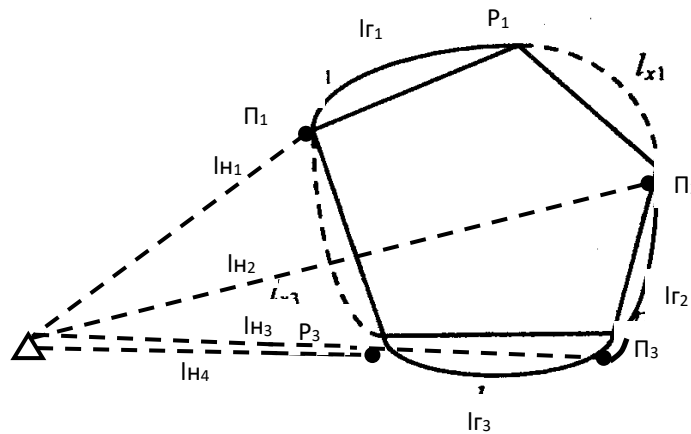

Рис. 6. Схема кольцевого маршрута
1. $S_{ом} = \{П_1; П_2; Р_1; Р_2; M; A_3; T_c\}$. (17)
2. $A_3 = 1$, т.к. $Q_{план}/Q_{день} \leq 1$. (18)
3. $T_c \geq T_{н.ф.}$. (19)
4. $M = 4$ (маятниковые маршруты (рис. 3-5), кроме маршрута с обратным не груженым пробегом, и кольцевые (рис. 6)). (20)
5. Длина маршрута $l_m = l_{z1} + l_{z2}$. (21)
6. Время первой ездки $t_{e1} = (l_{z1} / V_m) + t_{нв}$. (22)
7. Время второй ездки $t_{e2} = (l_{z2} / V_m) + t_{нв}$. (23)
8. Среднее время ездки $\bar{t}_{cp} = (t_{e1} + t_{e2}) / z_e$. (24)
9. Время оборота автомобиля на маршруте $t_o = t_{e1} + t_{e2}$ или (25)